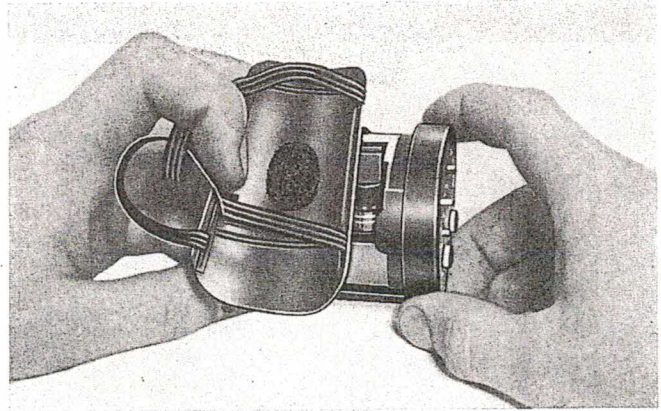

Abbildung 3
Apparat langsam und sorgfältig schließen (Bild 3).
a) Man öffnet den Apparat, indem man ihn durch vorsichtige Hin- und Herbewegung möglichst ruhig achsial auseinander zieht. (Bild 3).